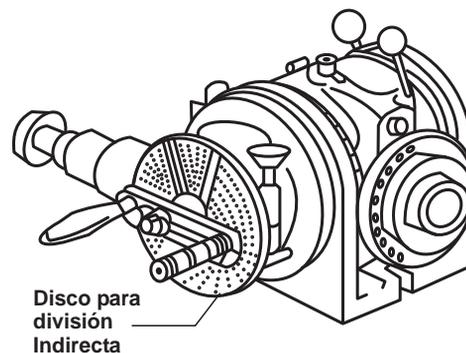

Fig. 6
- i) Inserte el perno indicador en el agujero de la nueva división y gire los brazos del sector a la derecha para el resto de divisiones. (Fig. 6).